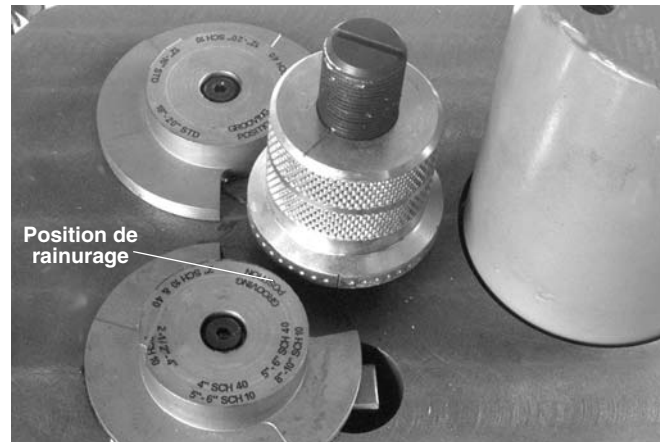

Figure 16
4. Ramenez légèrement la molette et tournez la jauge à la position de rainurage (Figure 16).